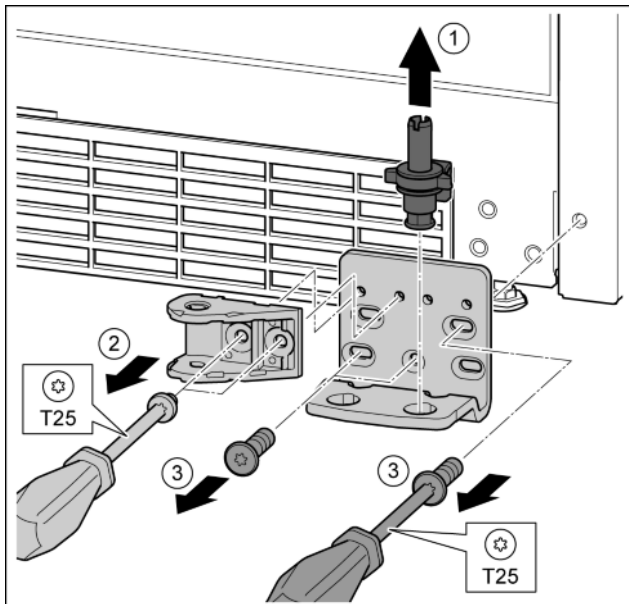

Fig. 29
- ▶ Опорный палец полностью извлечь движением вверх. Fig. 29 (1)
- ▶ Открутить винты отверткой T25 и снять навеску двери. Fig. 29 (2)
- ▶ Открутить винты отверткой T25 и снять опорный кронштейн. Fig. 29 (3)